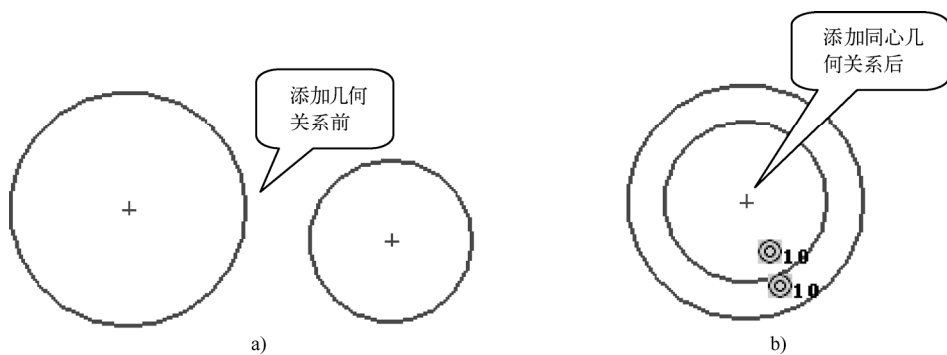

图 2-111 添加同心几何关系
- 同心几何关系：使两圆或圆弧同圆心，如图 2-111 所示。